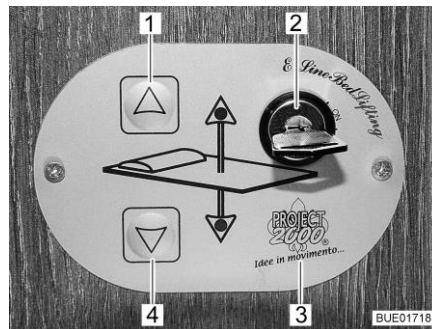

Bild 73 Bedienteil
Bedienteil Mit den Tasten (Bild 73,1 und 4) auf dem Bedienteil (Bild 73,3) wird das Hubbett abgesenkt oder angehoben. Mit dem Schlüsselschalter (Bild 73,2) wird das Bedienteil gegen unbefugte Benutzung gesichert.
- Schlüssel im Schlüsselschalter (Bild 73,2) um 90° im Uhrzeigersinn auf Stellung "On" drehen. Das Bedienteil (Bild 73,3) ist aktiviert.
- Pfeiltaste (Bild 73,4) drücken und so lange gedrückt halten, bis das Hubbett in die gewünschte Position nach unten gefahren ist.
- Pfeiltaste (Bild 73,1) drücken und so lange gedrückt halten, bis das Hubbett in die Endstellung nach oben gefahren ist.